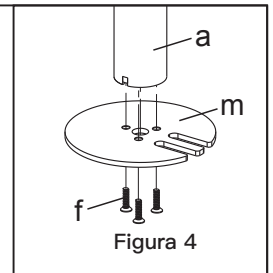

Figura 4
1. Instale la Placa de Base de Ojal (m) al Palo (a) usando 3 piezas de M5x14 Tornillos (f), y sujételo usando la Llave Allen (o), véase Figura 4.